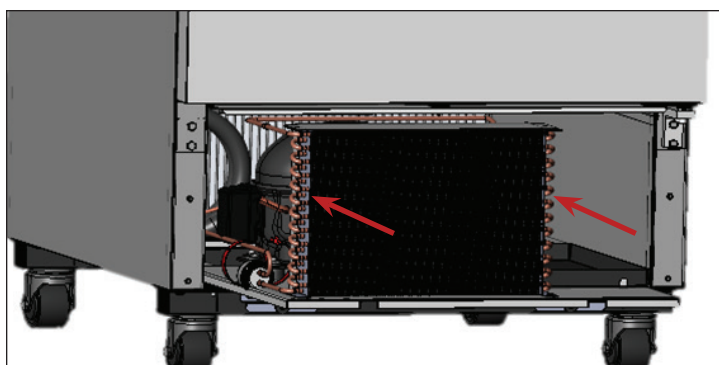

Figure 7. Glissez avec précaution le condenseur pour le remettre en place et reposez les vis.
9. Replacez les pattes du condenseur (le cas échéant). Glissez ensuite avec précaution le compresseur complet en position pour le reviser en place. Voir Fig. 7.